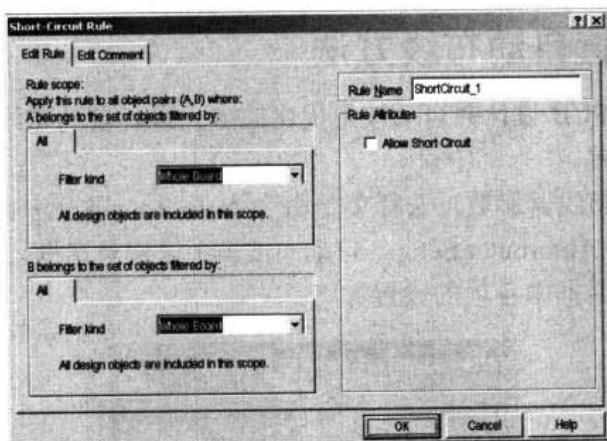

图 10-120 Short-Circuit Rule（短路）设置对话框
- **Short-Circuit Constraint:** 该规则用于检测敷铜层上对象之间的短路。如果两个属于不同网络的对象相接触，称这两个对象短路。如果需要将两个网络短路，将两个接地网络连在一起，则可启用短路设置。该规则的设置对话框如图 10-120 所示。